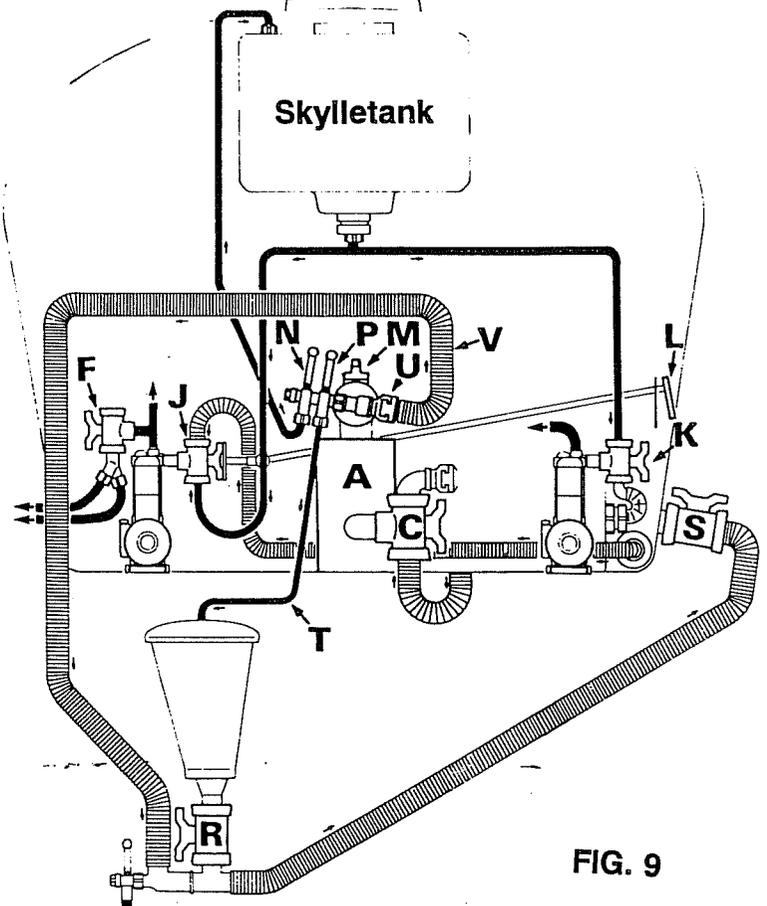

FIG. 9
## Blanding under omrøring (fig. 9)
- Åben ventil S (håndtaget som vist på fig. 9).
### Med centrifugalpumpe (fig. 9)